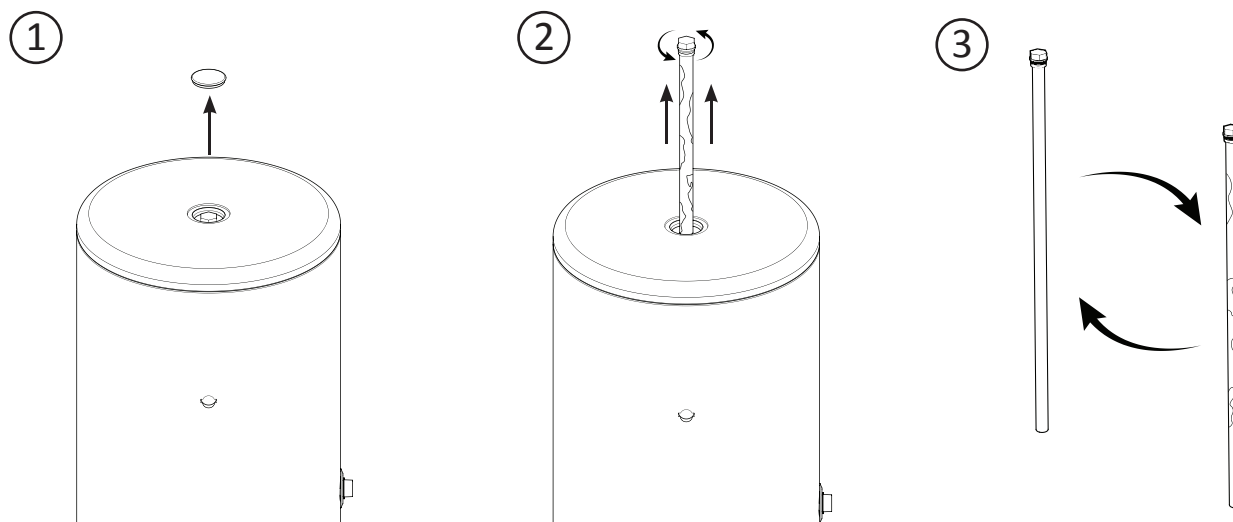

Рис. 7 Замена защитного магниевого анода
4. Снять заглушку верхней крышки (Рис. 7 ①).
5. Вывинтить изношенный магниевый анод (Рис. 7 ②).
6. Заменить изношенный магниевый анод новым. (Рис. 7 ③).